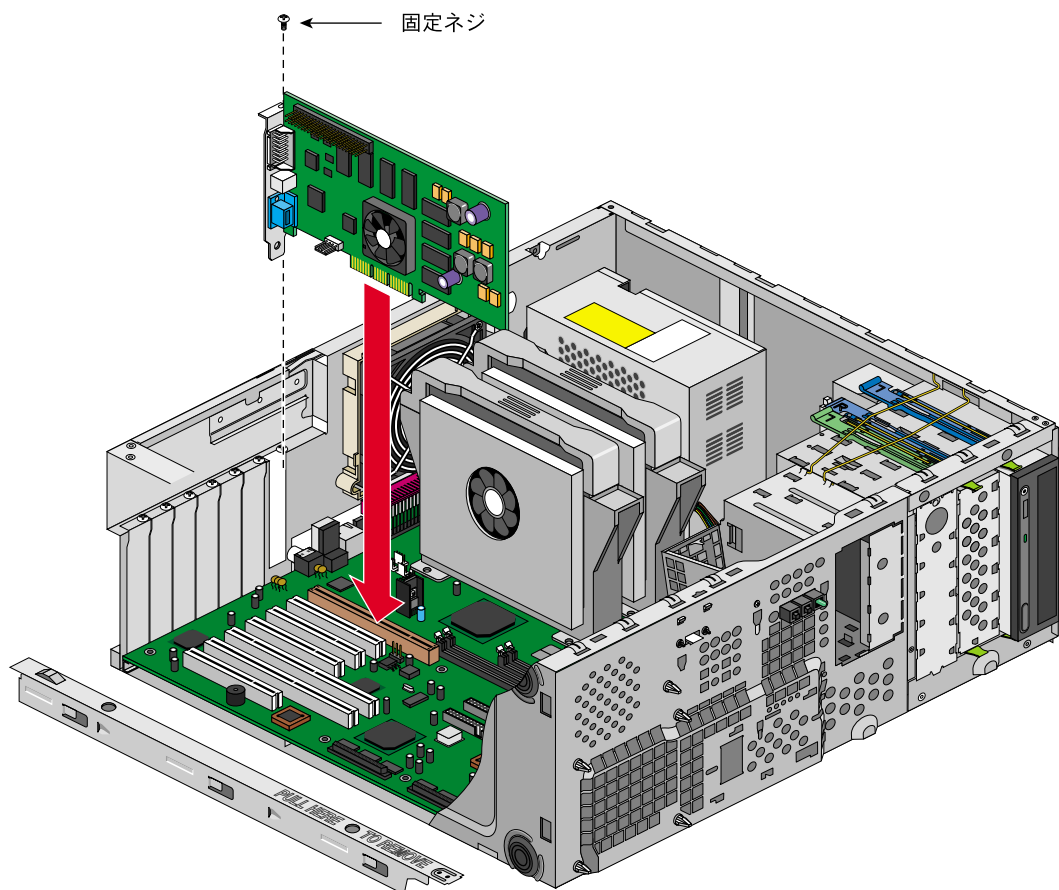

図 2-26 拡張カードの取り付け
3. 拡張カードをスロットに挿入し、コネクタに正しく装着されるまでカードを押し込みます。図2-26に、その手順を図示します。
4. 図2-26に示すように、固定ネジをしっかり締めます。